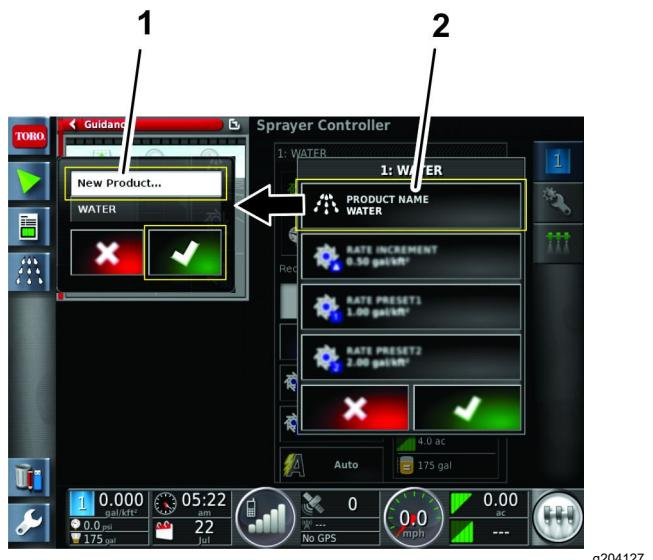

Figura 27
5. Na janela de configuração de produto, pressione o ícone de LISTA DE SELEÇÃO DE PRODUTO (Figura 27).
6. Pressione o ícone de NOVO PRODUTO... e pressione o ícone de Confirmar (Figura 27). Surge o assistente de configuração de novo produto.